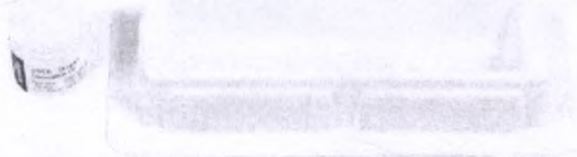

Рис. 1
1. Собрать подготовленный образец и масло DG. Залить 500 мкл масла на 8 образцов в лоток для реагента с помощью соответствующей 8-канальной пипетки (Рис. 1).